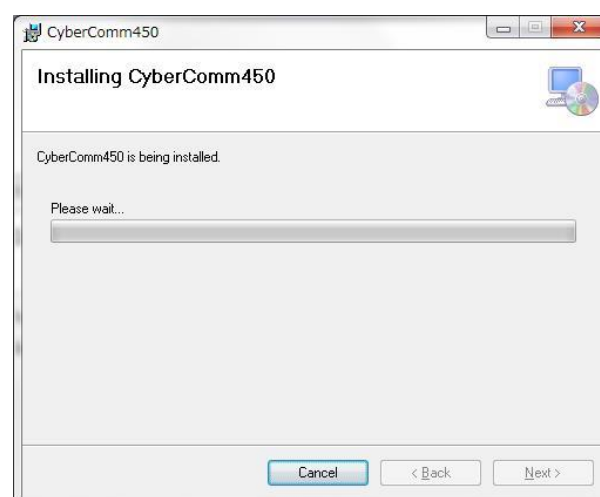

Fig.4 インストール
5. Fig.4 が表示され、インストールを開始します。「コンピュータへの変更を許可しますか」と表示された場合は「はい」を選択します。